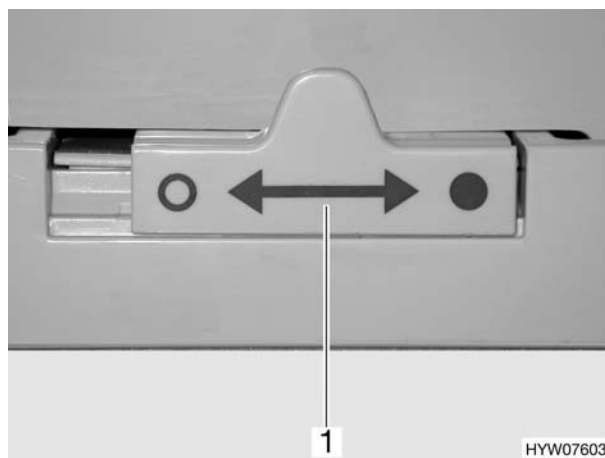

Fig. 169 Bloccaggio della porta del frigorifero
- Spostare il dispositivo di bloccaggio (Fig. 169,1) verso sinistra "O".
- Spostare il dispositivo di bloccaggio (Fig. 169,1) completamente verso destra "●".